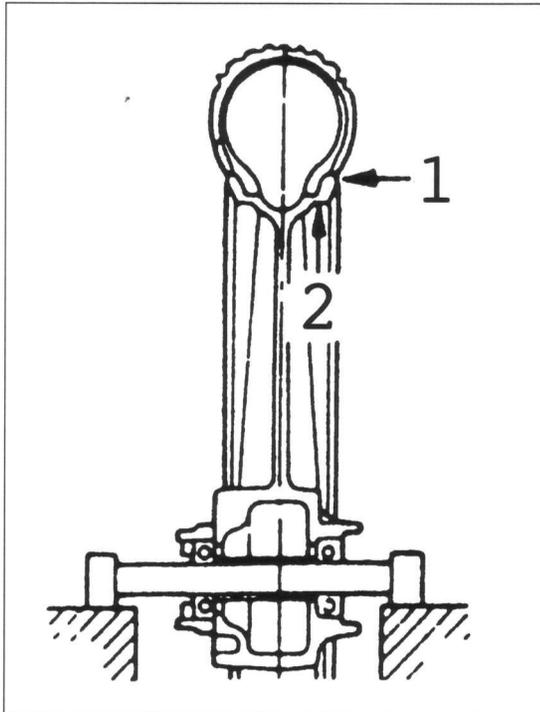

Bild 239
- Räder auf Zentrierständer lagern, Seiten- und Höhenschlag mit Messuhr prüfen (Bild 239). Verschleissgrenze jeweils 2,0 mm. Unrund laufende Räder erneuern.